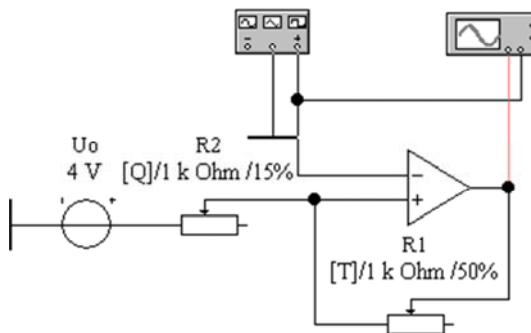

Рис. 10.5. Триггер Шмитта на ОУ (файл **oa_trigs.ewb**)
5. Исследовать триггер Шмитта на ОУ (файлы **oa_trigs.ewb** и **oa_trig1.ewb**, рис. 10.5, 10.6). Посмотреть временные диаграммы (файл **oa_trigs.ewb**, осциллограф в режиме Y/T , см. рис. 10.5) и амплитудную характеристику $U_{\text{вых}}$ ($U_{\text{вх}}$) (осциллограф в режиме A/B). Оценить влияние R_1 и R_2 на напряжения срабатывания и отпускания, сравнить результаты с вычисленными по формулам в окне *Description*.